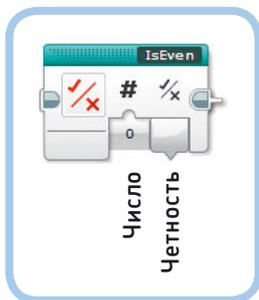

Рис. 15.29. Контейнер IsEven
В следующем примере вы создадите контейнер «Мой блок» с вводами и выводами, показанный на рис. 15.29. Контейнер **IsEven** определяет, является ли четным числовое значение на вводе **Число**. Если это так, логический вывод **Четность** передаст значение **Истина** (True); в противном случае — значение **Ложь** (False). Создайте блок, выполнив следующие шаги.
2. Выделите оба размещенных блока и выберите команду меню **Инструменты** ▶ **Конструктор Моего Блока** (Tools ▶ My Block Builder). Введите текст **IsEven** в качестве имени блока и выберите соответствующий значок, как показано на рис. 15.29.
3. Добавьте один числовой ввод и присвойте ему имя **Число** и один логический вывод с именем **Четность**. Выберите значки, как показано на рис. 15.29. Нажмите кнопку **Завершить** (Finish).